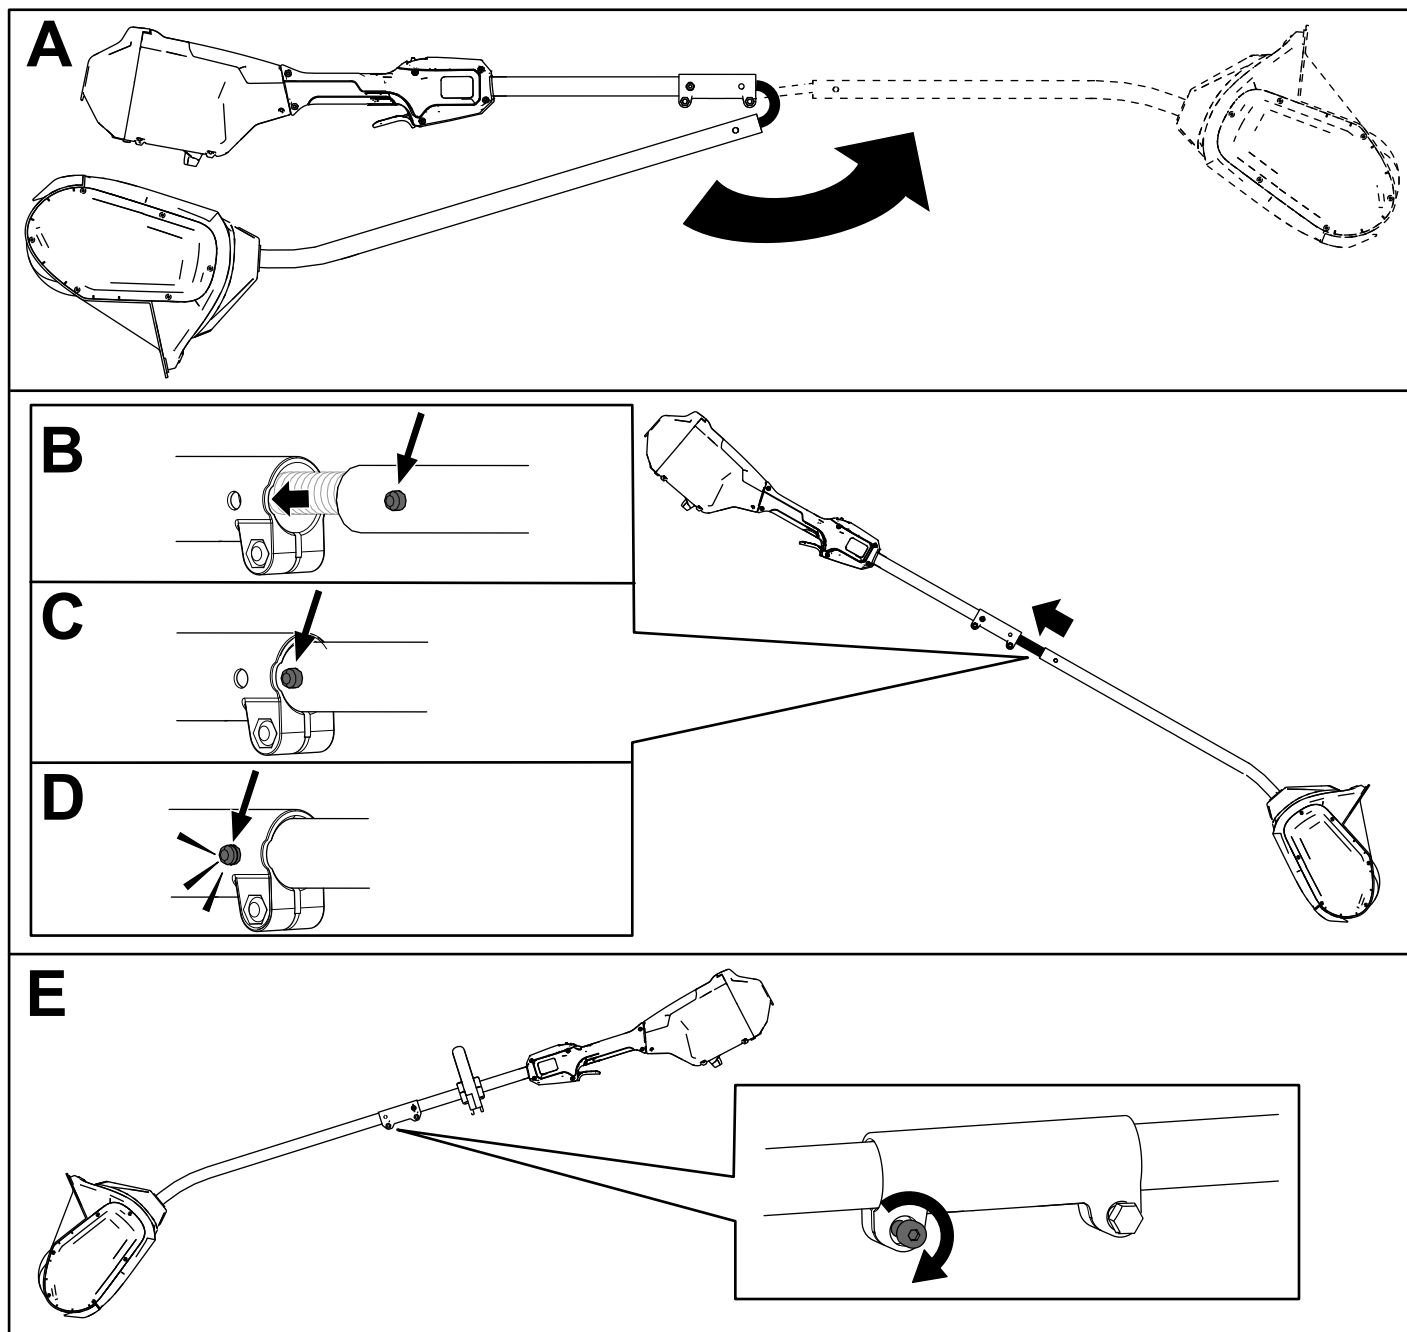

Figura 4
1. Desfășurai mânerul (A din Figura 4).
2. Alinai butonul de blocare de pe arborele inferior cu creștătura de pe arborele superior i glisai cei 2 arbori împreună (B i C din Figura 4).
Notă: Butonul de blocare intră în creștătură în momentul în care barele sunt fixate (D din Figura 4).
3. Utilizând cheia imbus furnizată, strângeți uruburile de pe conectorul arborelui până când acest este fixat (E din Figura 4).